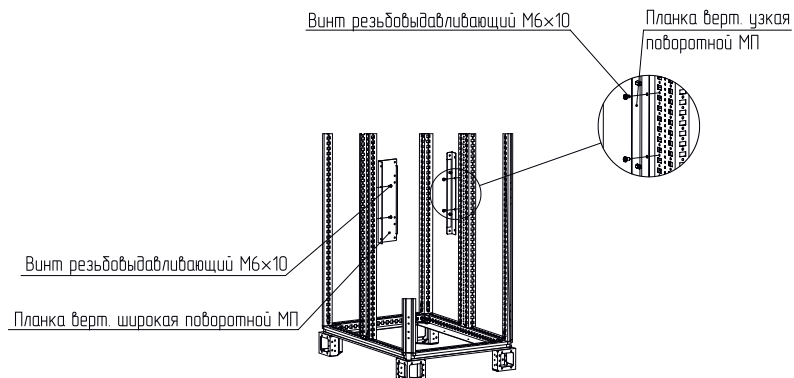

Рисунок 3
- 4.1.3 Установить планку вертикальную широкую поворотной МП, планку вертикальную узкую поворотной МП на стойках дополнительных вертикальных и закрепить винтами М6×10 в два отверстия в центре планок (рисунок 3). Момент затяжки – 7 Н·м.